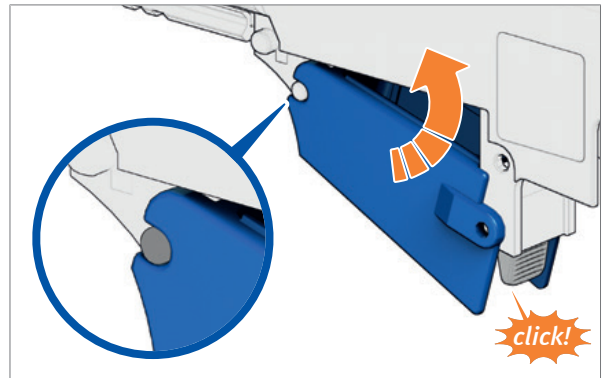

Abb. 124: Magazinschacht einsetzen
- › Magazinschacht in Aufnahmezapfen einsetzen und nach oben schwenken bis der Magazinhalter einrastet (Abb. 124).